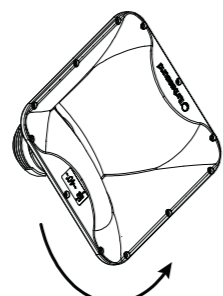

Fig. 5
6. Rotate the horn to achieve the desired coverage pattern (fig 5).
6. Gire la bocina para lograr el patrón de cobertura deseado (fig. 5).
6. Faites tourner la corne pour obtenir le motif de couverture souhaité (fig 5).
6. Drehen Sie das Horn, um das gewünschte Abdeckungsmuster zu erzielen (Abb. 5).
6. Gire a buzina para obter o padrão de cobertura desejado (fig. 5).
6. Ruotare la tromba per ottenere lo schema di copertura desiderato (fig 5).
6. Draai de hoorn om het gewenste dekkingspatroon te bereiken (fig 5).